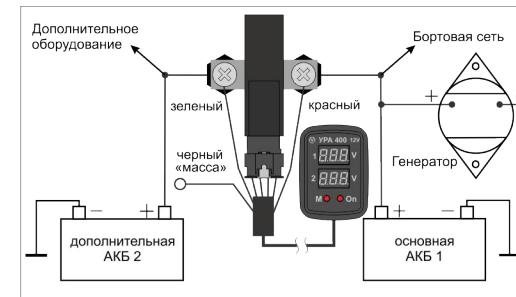

Рис.1
1.3 Произвести соединения в соответствии со схемой (рис.1), используя провод сечением не менее 25мм². Использовать соединительный кабель(USB-microUSB) только из комплекта!